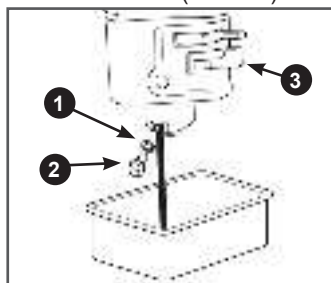

Рис. 36. Обслуживание карбюратора
1. Установите под карбюратор подходящую емкость (Рис. 36).
2. Установите рычаг топливного крана 3 в положение «ЗАКРЫТО» (Рис. 36).
3. Открутите болт 2 сливного отверстия и слейте топливо из поплавковой камеры карбюратора в подготовленную для этого емкость (Рис. 36).